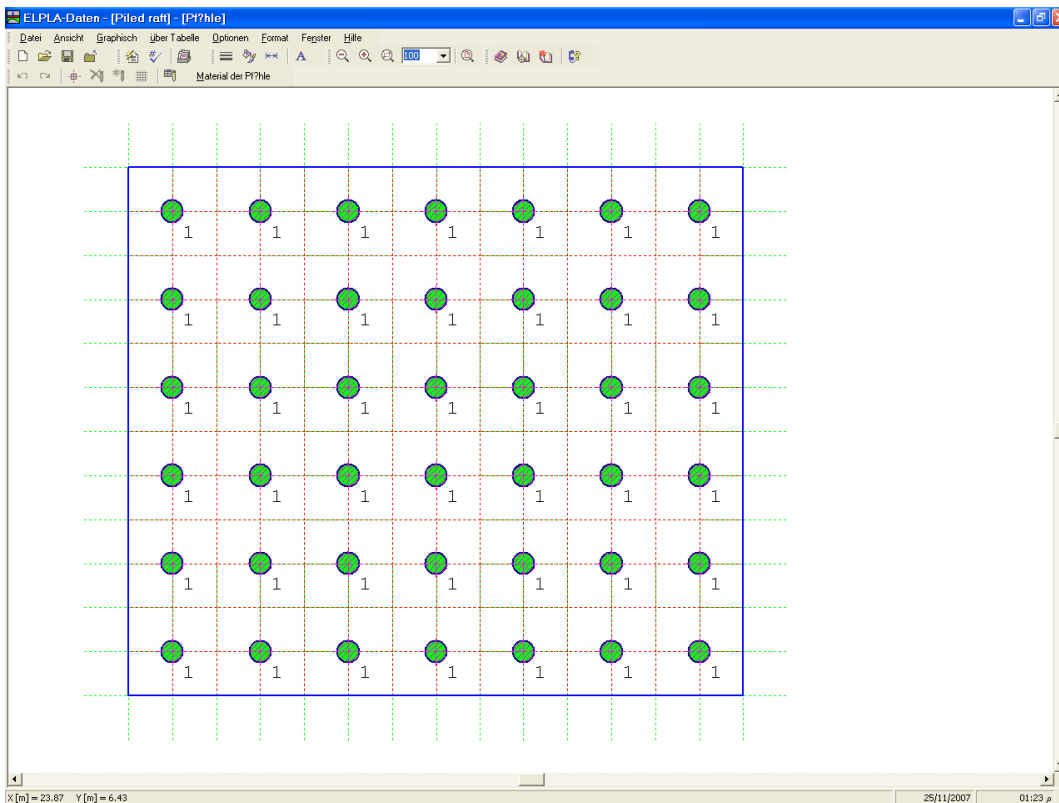

Bild 12-19 Pfähle auf dem Bildschirm
Nachdem die Definition die Pfähle beendet ist, sollte der Bildschirm wie das folgende Bild 12-19 aussehen.
- Wählen Sie "Pfähle speichern" aus dem "Datei"-Menü im Bild 12-19, um die Pfahldaten zu speichern